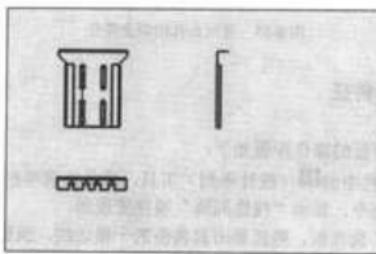

图 8-67 钣金零件的标准三视图
- (1) 单击标准工具栏中的 (新建) 工具，选择“工程图”选项，选择合适的图纸格式和大小，建立新的工程图。
- (2) 单击工程图工具栏中的 (标准三视图) 工具，或单击菜单栏中的“插入”→“工程视图”→“标准三视图”命令。
- (3) 在“标准三视图”属性管理器中，单击“浏览”按钮，弹出“打开”对话框，选择所需打开的钣金零件文件，单击“打开”按钮，即可生成对应钣金零件的标准三视图，如图 8-67 所示。